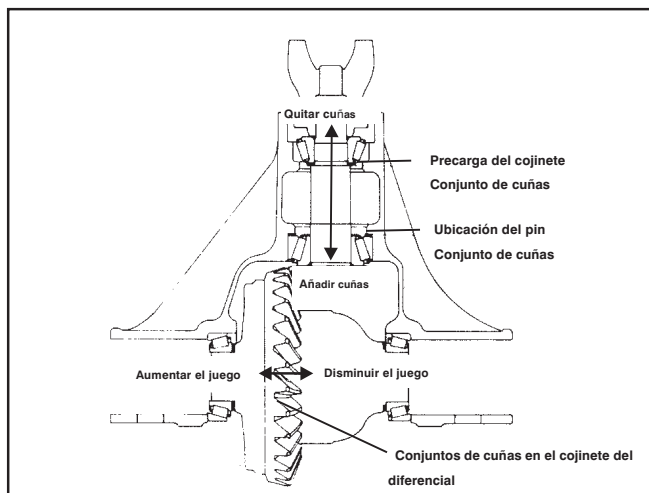

Figura 8-18. Sección del portador.
24. Usando un sostén para horquilla (repuesto Dana no. C-3281 o equivalente), coloque la horquilla final (10), la arandela (11) y la tuerca para piñón (12). Usando una llave de torsión (repuesto Dana no. C-4053 o equivalente) apropiada gire la tuerca del piñón hasta alcanzar una torsión de 200 - 220 lb-pie (271 - 298 Nm).
25. Gire el piñón usando una llave para torsión calibrada en lb-pulg. La torsión en el piñón deberá ser de 20 a 40 lb-pulg. (2.3-4.5 Nm). Para aumentar la carga de fábrica, remueva algunas cuñas y para disminuirla añada algunas cuñas. Vea la Figura 8-18.